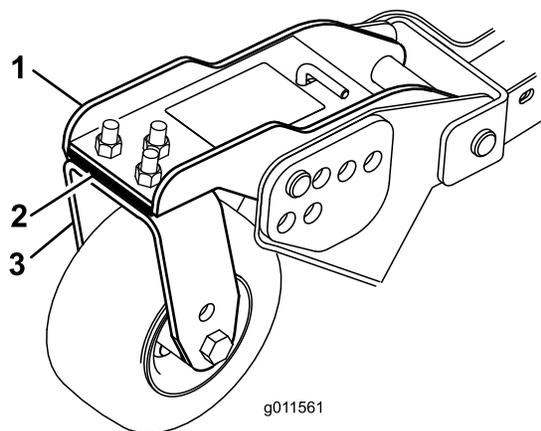

**Figure 110**
1. Desserrez les écrous de blocage en haut ou en bas de l'étrier fileté de la chaîne de hauteur de coupe (Figure 110).